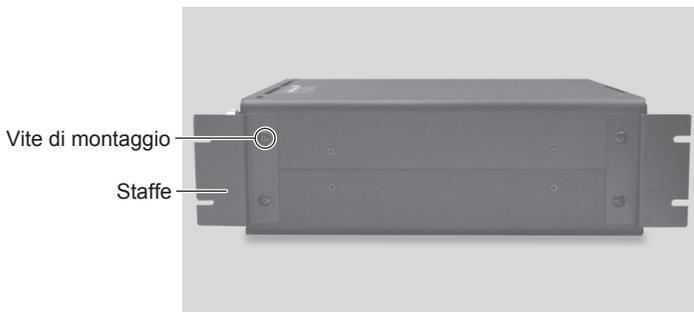

Fig. 12
- La staffa può essere montata con "(1) Montaggio inferiore (Fig. 10, 11)" e con "(2) Montaggio laterale (Fig. 12, 13)" del CONTROLLER.
- ② Installare le staffe (2 pz.) sul lato del CONTROLLER adoperando le viti di montaggio rimosse (4 pz.) (Fig. 12).